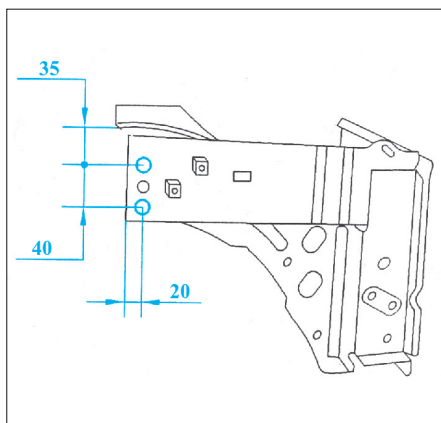

FIG. 25
- Tracer puis découper à l'aide d'une meule épaisseur 1 mm (coupe provisoire) (Fig.25).